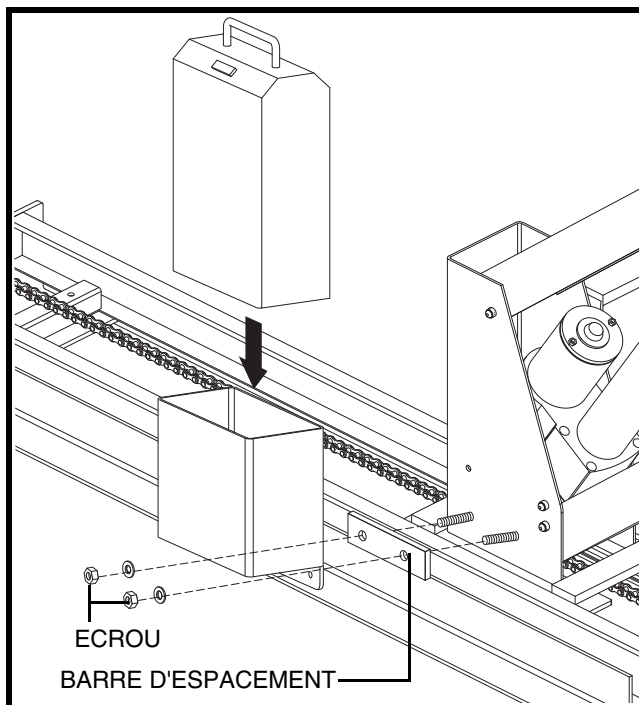

Figure 4. Installation batterie interne (Type I)
1. Retirez les écrous et rondelles des boulons saillants sur le côté du boîtier du moteur du système de levage. **Voir la figure 4.**
3. Montez le boîtier de la batterie sur les boulons saillants et sécuriser en position avec les écrous et les capuchons en caoutchouc retirés précédemment. **Voir la figure 4.**